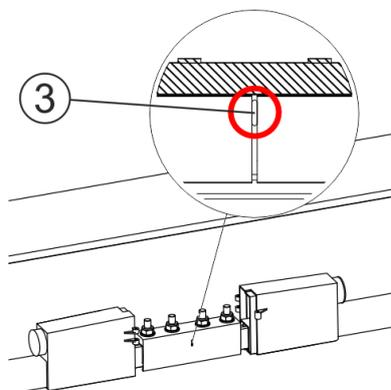
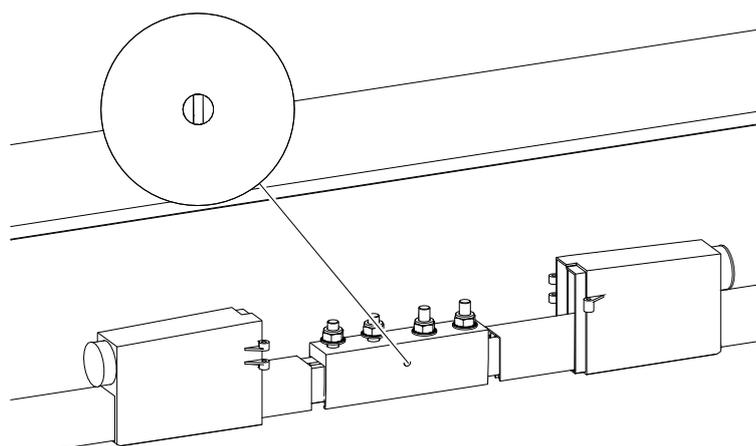
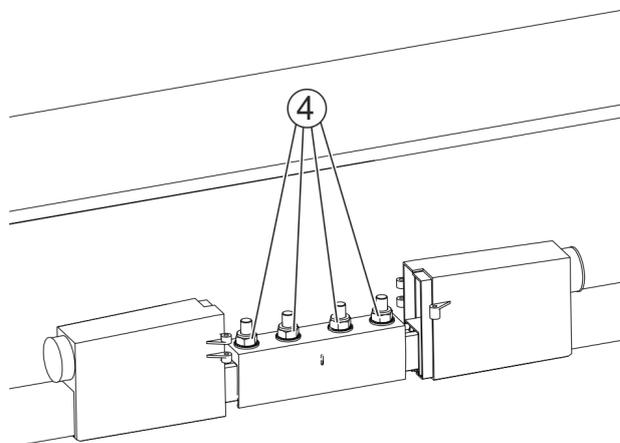

Fig. 72 : Éclisse avec arrêt (pos. 3) (rail conducteur en aluminium/acier inoxydable ou CopperECO) poussé dans les deux extrémités du rail conducteur.
Fig. 73 : Éclisse avec regard (rails conducteurs en cuivre)
Fig. 75 : Serrer l'écrou M10.
Pour les rails conducteurs en aluminium/acier inoxydable, ainsi qu'en CopperECO, il existe un arrêt qui assure l'espace nécessaire au fonctionnement de 2 à 3 mm max. entre les extrémités du rail. Dans le cas des rails conducteurs en cuivre, il existe à la place un regard (voir Fig. 73) qui permet de vérifier si l'écart est respecté !
- Monter éclisse (pos. 4) avec la cosse de câble tubulaire (pos. 5), comme le décrit le chapitre 6.4.3.3 (voir Fig. 75). Serrer le raccord vissé au couple prescrit (SW 17, clé dynamométrique : **31 Nm**). Dans le cas de rails conducteurs en cuivre, vérifier à travers le regard que les extrémités des rails conducteurs présentent une distance de 2 à 3 mm max. (voir Fig. 73). Pour les autres rails conducteurs, veiller à ce que les extrémités du rail conducteur soient en contact avec l'arrêt de la plaque de connexion (voir Fig. 72).